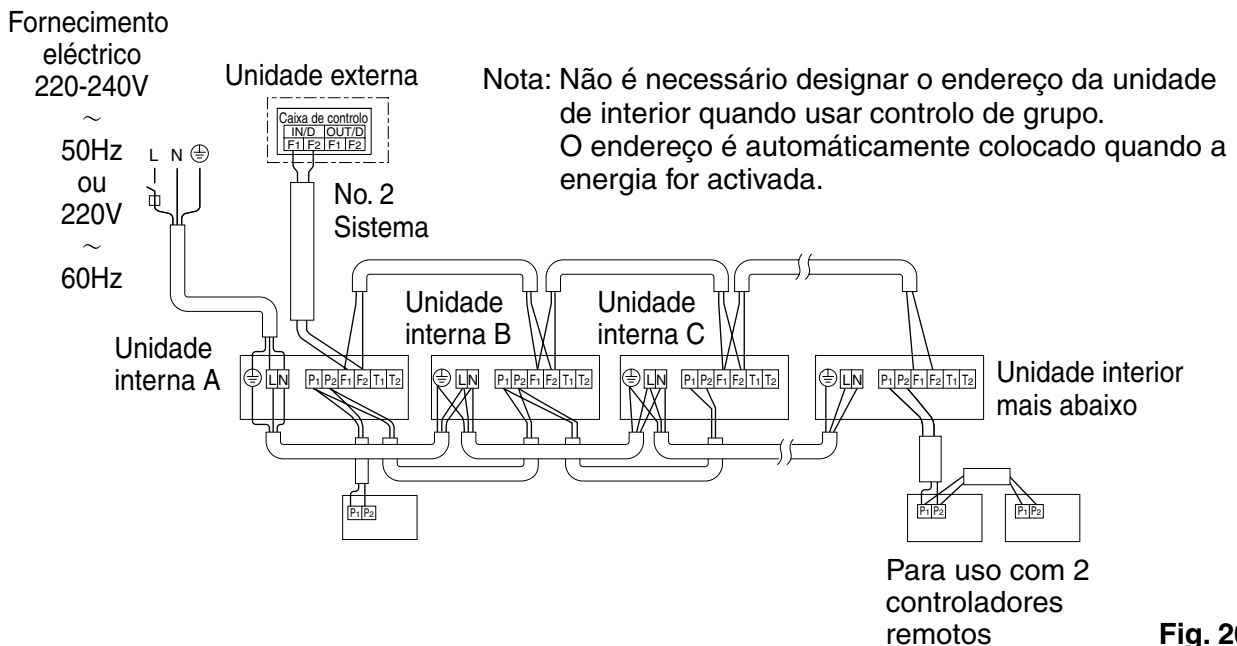

Fig. 26
(3) Retire a tampa de serviço.
(4) **Adicione o controlador remoto 2 (escravo) ao bloco de terminais (6P) do controlador remoto (P1, P2) na caixa de controlo. (Não existe polaridade.) (Consulte a Fig. 26 e a secção 7-3 para o tamanho dos fios.)**